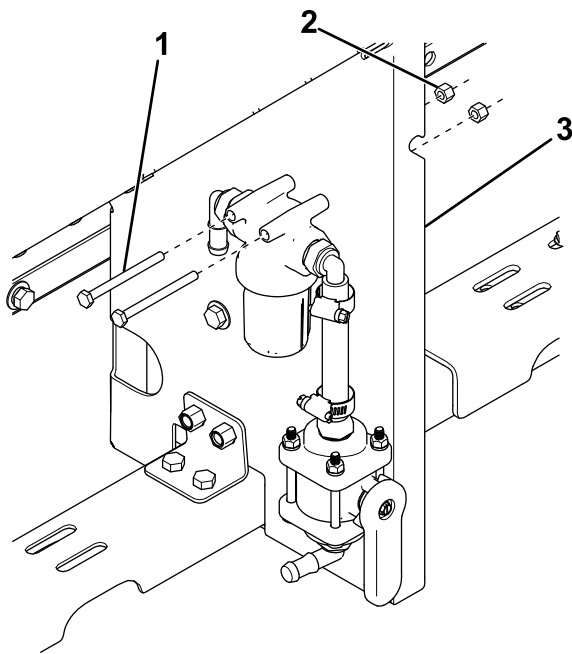

**Bild 34**
3. Befestigen Sie den Filter mit zwei Schrauben (1/4" x 3") und Muttern an der Filterhalterung (Bild 34), fahren Sie dann mit Schritt 5 fort.